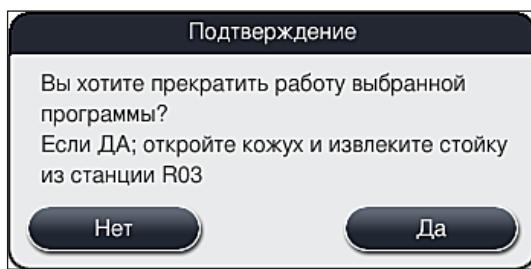

Рис. 91
- В следующем информационном сообщении (→ "Рис. 91") подтвердите завершение программы нажатием кнопки Да или вернитесь к индикатору статуса процесса нажатием кнопки Нет.
Строго следуйте информации в сообщении (→ "Рис. 91").